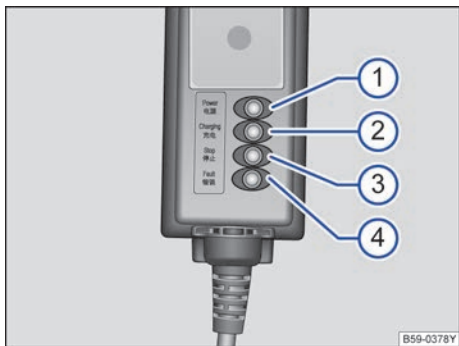

图 118 充电电缆上的控制盒
⇒ 图 118 的图例：
插上电源插头，显示⇒图 118 ① 亮起。
在高压蓄电池充电期间，显示⇒图 118 ② 常亮。
显示⇒图 118	含义和补救措施